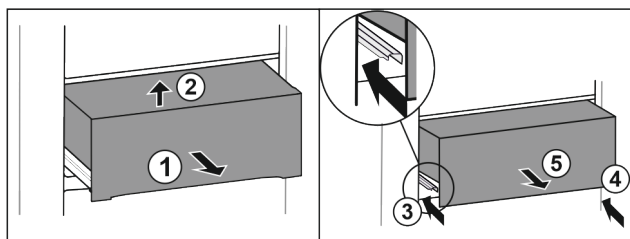

Fig. 40\*
- Zásuvku napůl vytáhněte Fig. 40 (1).\*
- Vpředu nadzvedněte Fig. 40 (2).\*
- Zasuňte levou kolejničku Fig. 40 (3).\*
- Zasuňte pravou kolejničku Fig. 40 (4).\*
- Zásuvku odeberte směrem dopředu Fig. 40 (5).\*